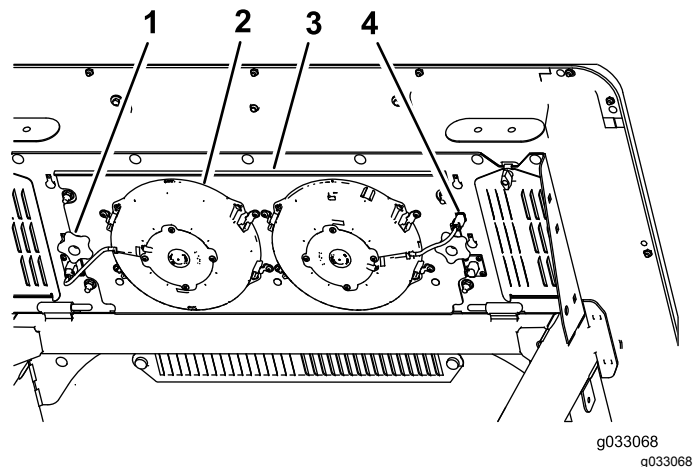

Рисунок 58
3. Отсоедините вилки кабелей питания вентиляторов от гнезда (Рисунок 58).
низу верхней части кабины (Рисунок 58), и снимите панель в сборе.